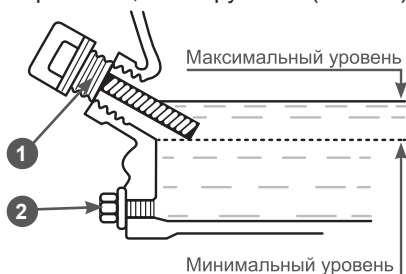

Рис. 12 Проверка уровня масла в картере
- Установите крышку-щуп в отверстие горловины, не закручивая (Рис. 12).
Максимальный уровень масла в картере соответствует нижней кромке заливного отверстия (Рис. 12).
- Протрите щуп насухо и вставьте в отверстие горловины, не закручивая (Рис. 12).
- При недостаточном уровне масла в картере необходимо долить чистое масло до верхней отметки на щупе, что соответствует нижней кромке заливного отверстия (Рис. 12).